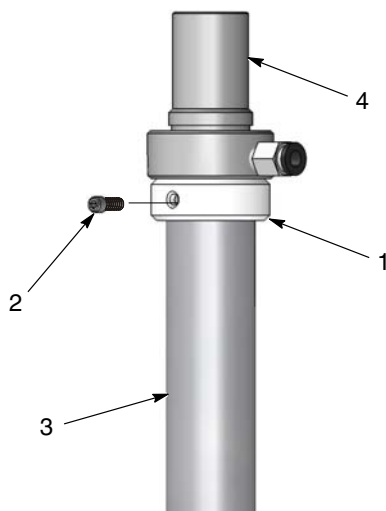

Рис. 3-6 Установка кольца на всасывающей трубке
3. См. рис. 3-6. Установить кольцо (1) на всасывающую трубку (2), как показано на рисунке. Зафиксировать кольцо, затянув винт со шлицем под торцовый ключ.